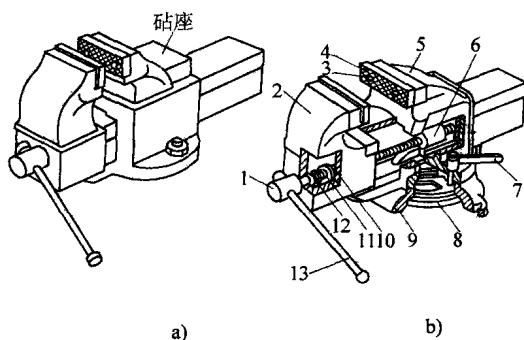

图 1-2 台虎钳
(2) 台虎钳 台虎钳是用来夹持工件的通用夹具,见图 1-2。有固定式和回转式两种类型。图 1-2b 为回转式台虎钳,由于使用较方便,故广泛采